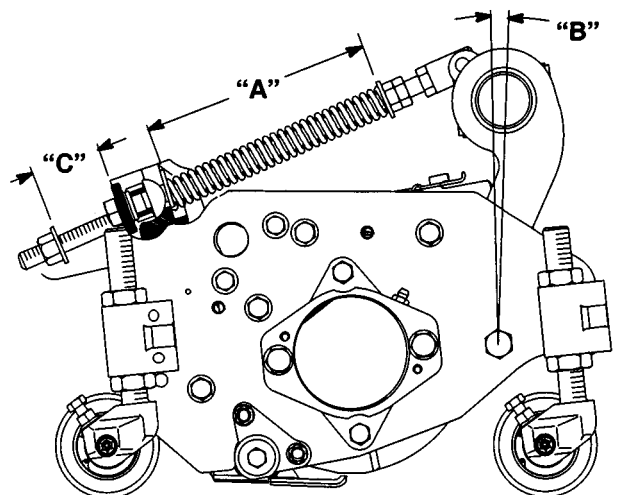

図14
ターフ補正スプリング（図14）は、キャリアフレームとカuttingユニットをつないでおり、前後の揺れの大きさを調整する働きと、移動走行中や旋回動作中の地上高の調整を行っています。
1. スプリングロッド後部のロックナットを締めて、スプリング ブラケット後部とワッシャの前面との距離（C）を26 mmとする（図14）。
2. スプリングロッド前部の6角ナットを締めて、スプリング（圧縮状態）の長さ（A）が203 mmになるようにする（図14）。
注：ラフで使用する時やアンジュレーションの大きなフェアウェイを刈る時は、上記の長さ（A）を216 mmとし、スプリング ブラケット後部とワッシャ前面のすきま（C）を39 mmとしてください（図14）。